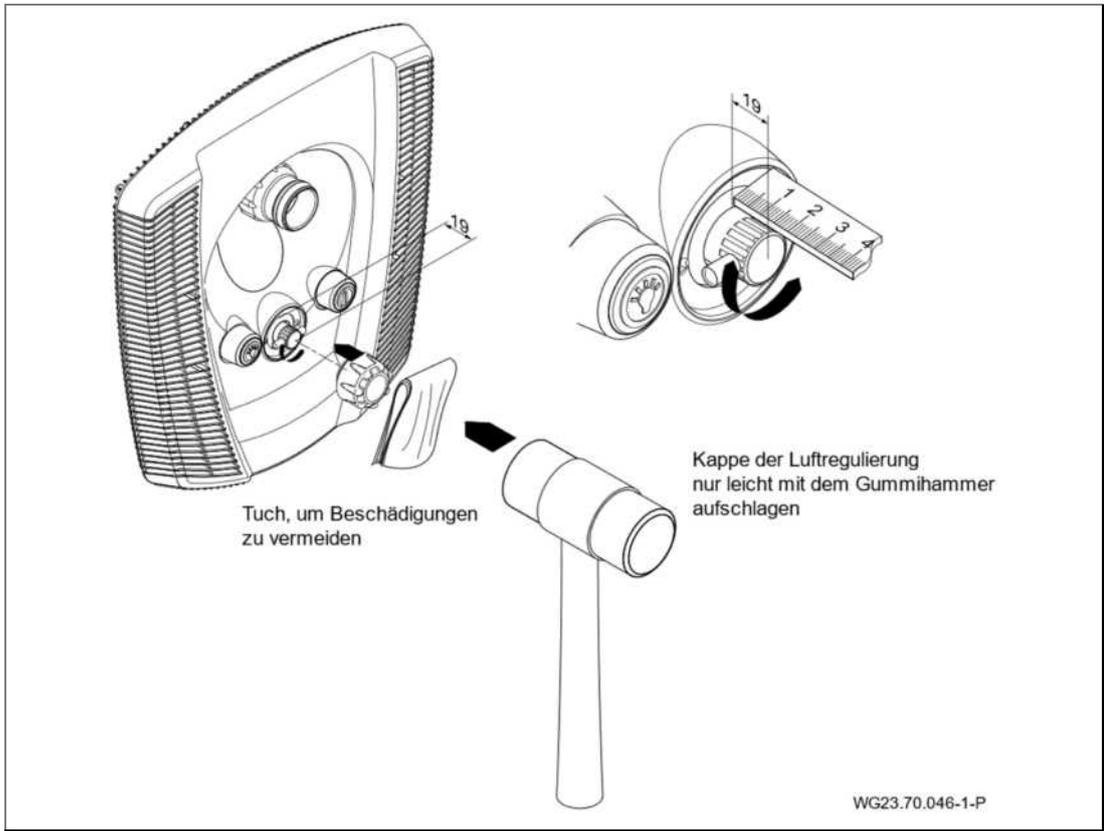

Abb. 19
8. Kappe für Luftregulierung (21) befestigen. (Abb. 19)
9. Jet-Pumpe (92) mit der halben Verschraubung (98, 99, 100), dem Gummiwinkel (79) und den dazugehörigen Klemmen (75) saug- und druckseitig am Einbaugesäß anschließen.